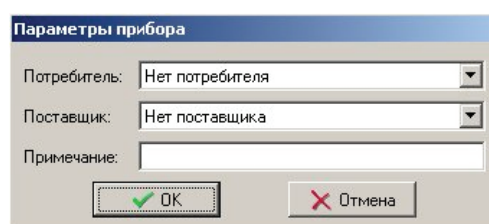

Рисунок 3.45
3.3.3.4 Строка **Изменить потребителя/поставщика** окна **Приборы** служит для изменения наименования потребителя и поставщика и для вызова всплывающего окна **Параметры прибора** (см. рисунок 3.45).